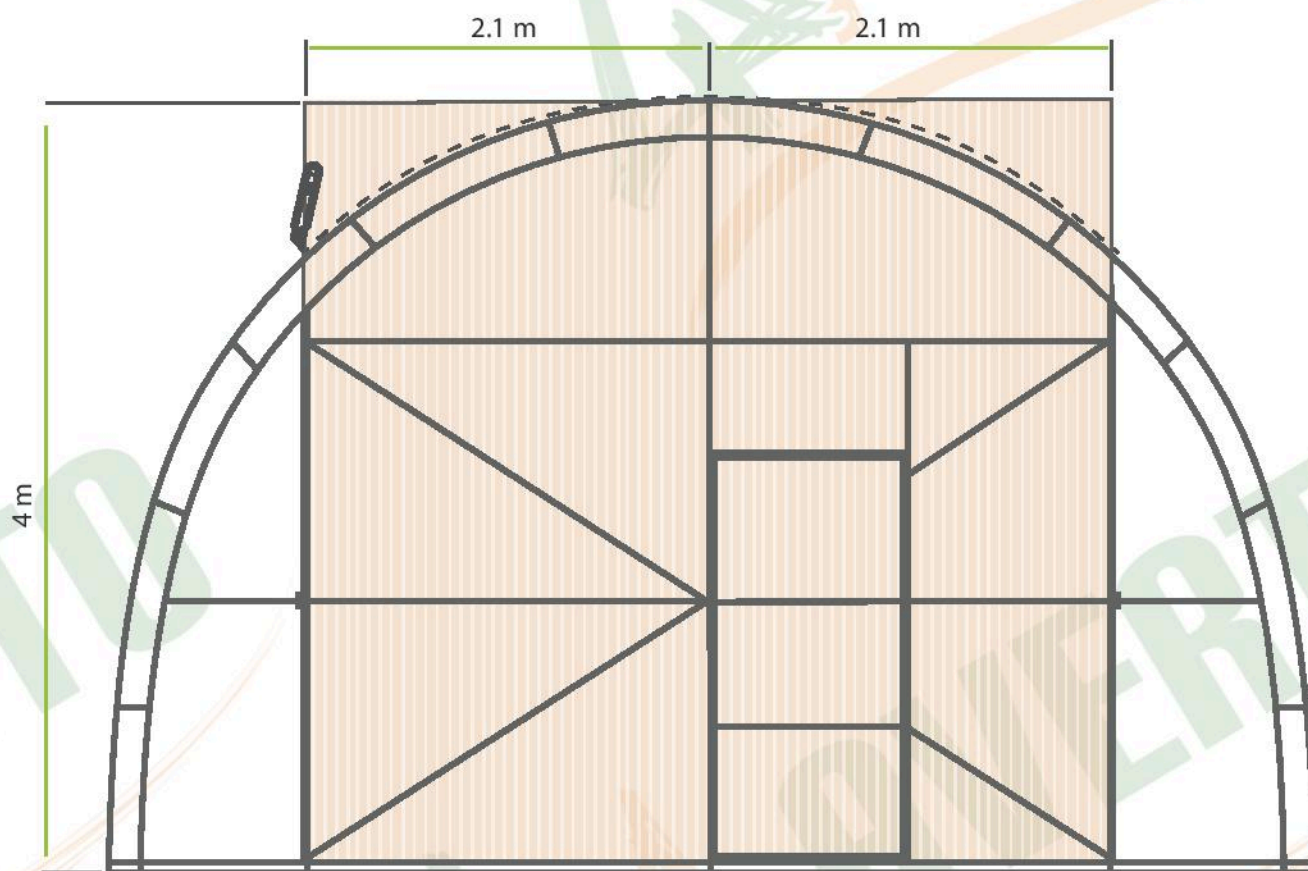

рис. 10
4.6.2. Наложите одну из трех частей поликарбоната (4x2,1 м) на левую половину ворот. Соты поликарбоната должны располагаться по вертикали. Выровняйте его со всех сторон и закрепите саморезами с оцинкованной шайбой и рез. уплотнителем. Аналогично покройте поликарбонатом правую часть ворот (рис. 10).